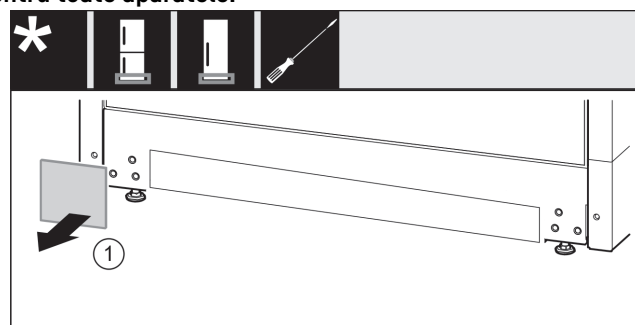

Fig. 47
- Scoateți capacul Fig. 47 (1).